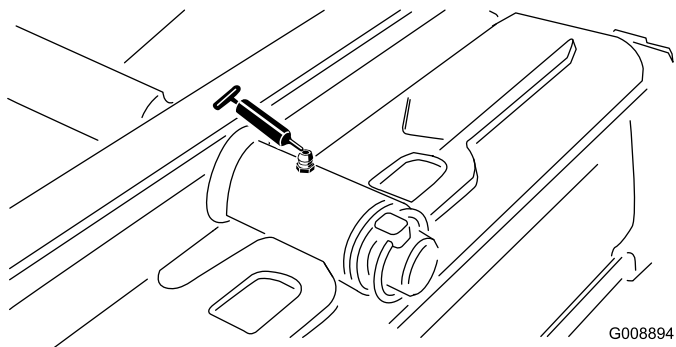

Figura 44
- Pivote de la unidad de corte trasera (Figura 44)